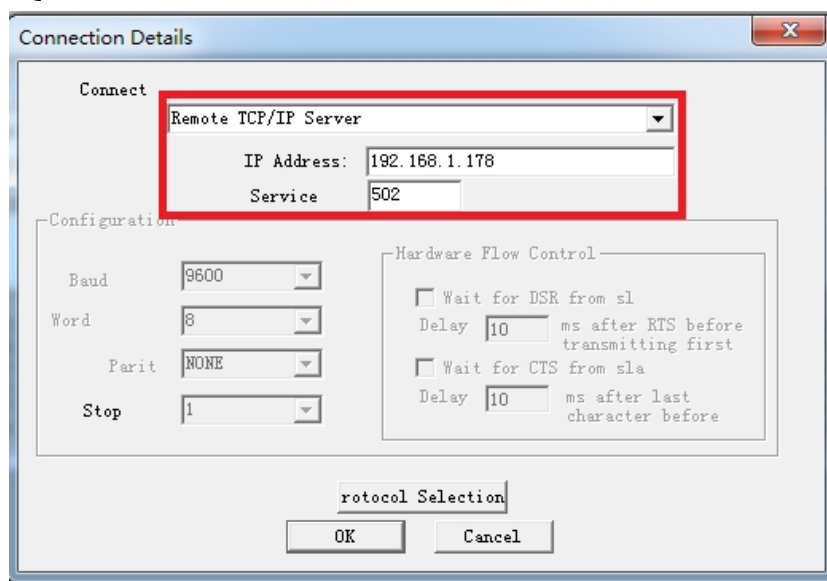

图 1
2. 选择菜单 Connection/Connect, 选择 Remote TCP/IP Server, 输入 TK 6000-MP 的 IP 地址, Service 端口为 502; 点击[OK]按钮, 如图 1 所示。